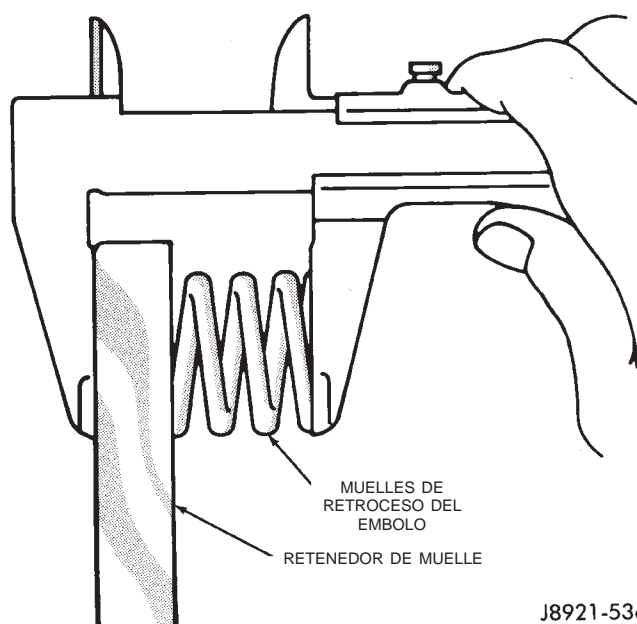

Fig. 233 Verificación de la longitud de los muelles de retroceso del émbolo
(13) Mida el espesor del disco de embrague. El espesor mínimo permitido es 1,84 mm (0,0724 pulg.). Reemplace el conjunto de embrague si algún disco está por debajo del espesor mínimo.
(14) Mida la longitud libre de los muelles de retroceso del émbolo con los muelles en el retenedor (Fig. 233). La longitud debería ser 21,32 mm (0,839 pulg.). Reemplace los muelles de retroceso si no están dentro de las especificaciones.